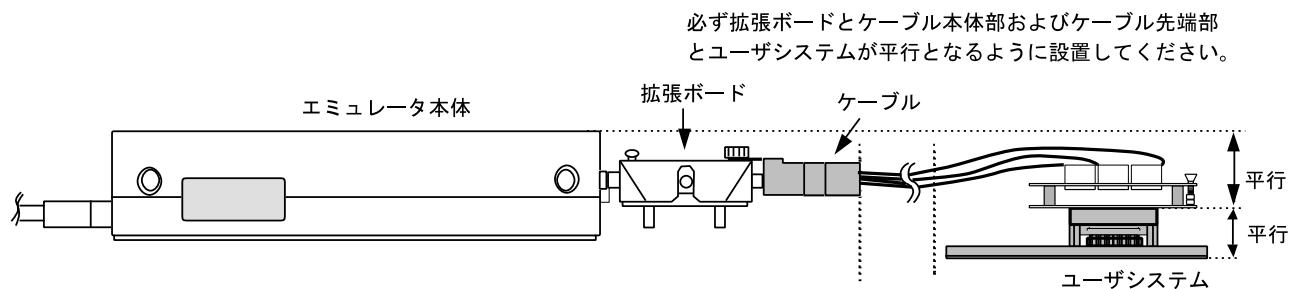

図10 設置例
- (1) ユーザシステムへの接続時には1ピン位置に十分注意して、誤接続は絶対にしないでください。
- (2) 本ユーザシステムインターフェースケーブルを使用する場合の推奨マウントパット寸法は、MCU実装用マウントパット寸法とは異なりますので注意してください。
- (3) ケーブル本体部が断線する可能性がありますので、本ユーザシステムインターフェースケーブルの上に重いものや金属等の角の尖ったものを置かないでください。
- (4) ユーザシステムに接続した状態では、ユーザシステムインターフェースケーブル、特にケーブル先端部に無理な力が加わらないように注意する必要があります。図10の設置例を参照してご使用ください。